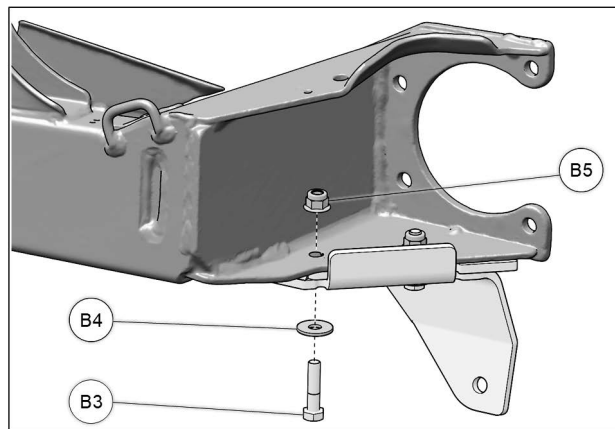

Fig. 7
7. Par le dessous, insérer un boulon de fixation M8x35mm (**B3**) avec rondelle (**B4**) dans le nouveau trou percé et fixer la plaque d'ancrage avec l'écrou M8 (**B5**) fourni. Serrer à un couple de 33 Nm [24 lb•pi]. Voir la Fig. 7